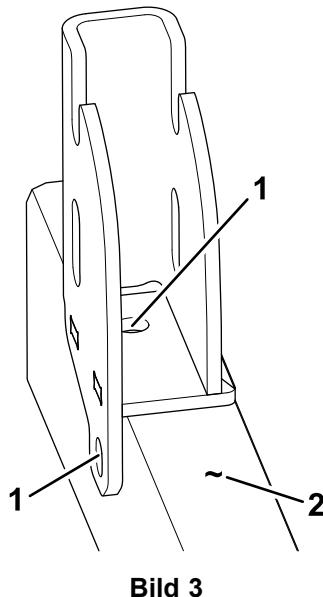

Bild 3
- Benutzen Sie die Halterung des Stützgriffs als Schablone und zeichnen Sie die Löcher auf der Rahmenschiene an (Bild 3).
3. Bohren Sie an den markierten Stellen Löcher mit einem Bohrer (9/32 Zoll), wie in Bild 3 dargestellt.